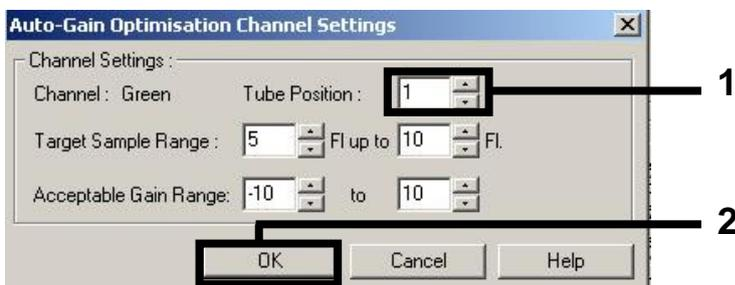

Figura 2. Definição da posição do tubo.
2. Defina a posição do tubo para o primeiro ensaio *artus* (por exemplo, CMV). Defina a posição do tubo para todos os canais de fluorescência e clique em **OK** (Figura 2).